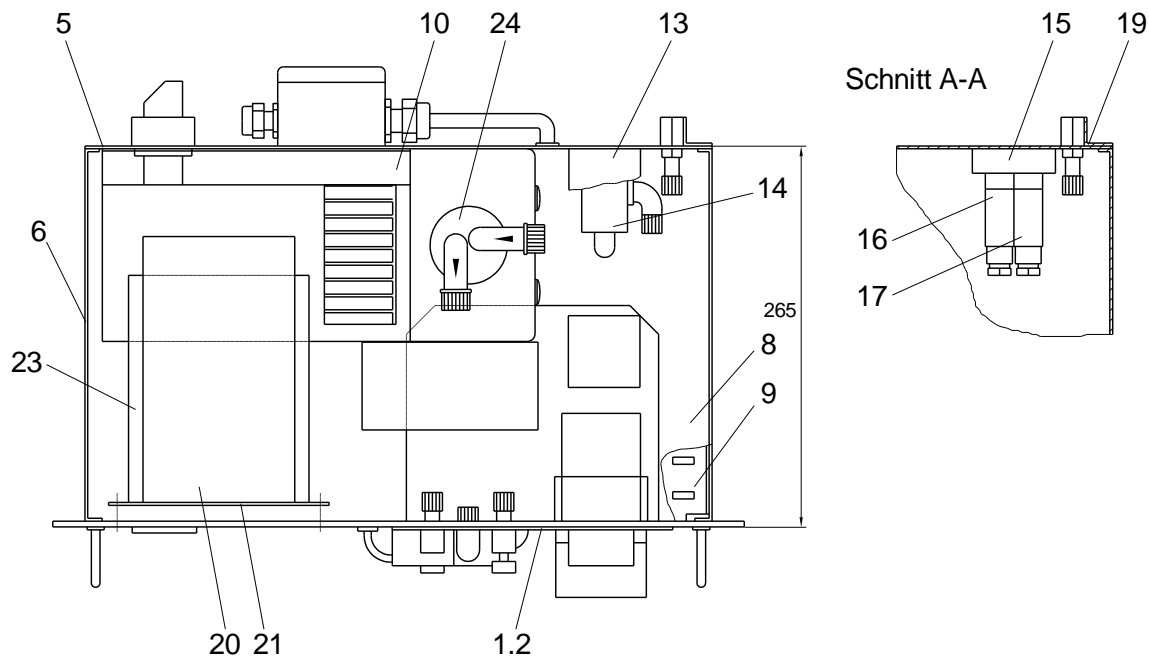

Abbildung 4 Draufsicht CSS
Schnitt A-A in Abbildung 4 zeigt die 2-Wege-Flansch-Magnetventile (16) und (17), für die Schaltung des Null- bzw. Endgas-Weges. Diese sind, unterhalb des Ventils (14), mit dem Ventilblock (15) an die Rückwand des 19"-Gehäuses geschraubt. Eine Erweiterung um drei Endgasventile ist optional möglich (s. Seite 8). Die Endgasventile werden mit dem Drehschalter 1.5 (Abb.1) vorgewählt.
Die CSS-Einheit ist mit einer Feinsicherung (F1=2 A, s. Stromlaufplan im Anhang) abgesichert. Diese wird in die Tableauplatine (s. Abb. 4) eingesteckt.